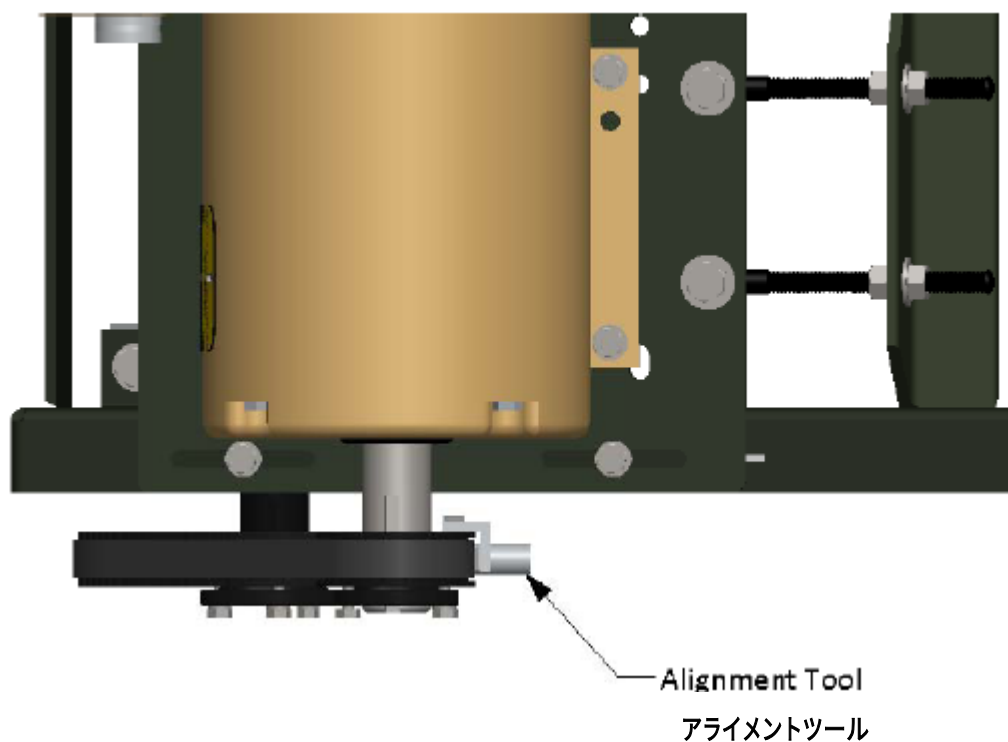

図 8 アライメントツール (上部から)
29. アライメントフレームからテンショナーを取り外し、図 8 に示すようにアライメントツール位置決めをしてください。